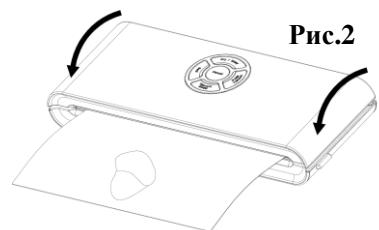

Рис.2
4. Закрійте кришку й натисніть на неї двома руками, доки не почуете клацання з обох боків — **Рис. 2**